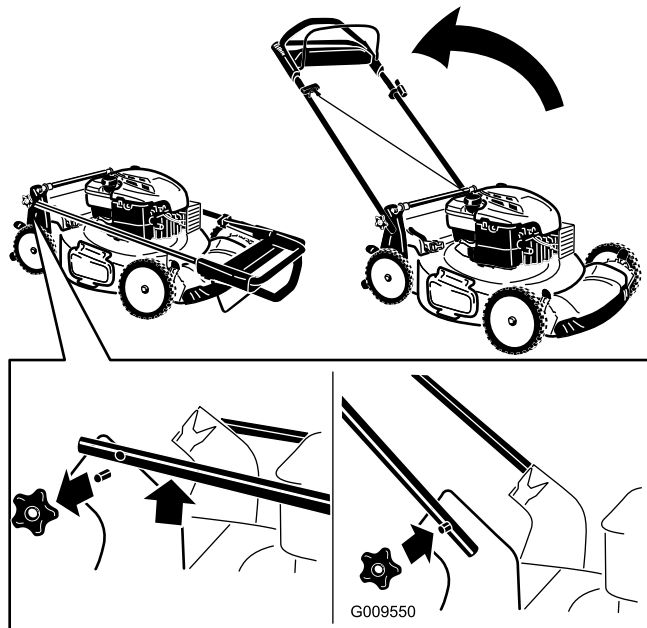

Figura 4
3. Instale y apriete los pomos del manillar que retiró en el paso 1 (Figura 4).
1. Retire los pomos del manillar de la carcasa del cortacésped (Figura 4).